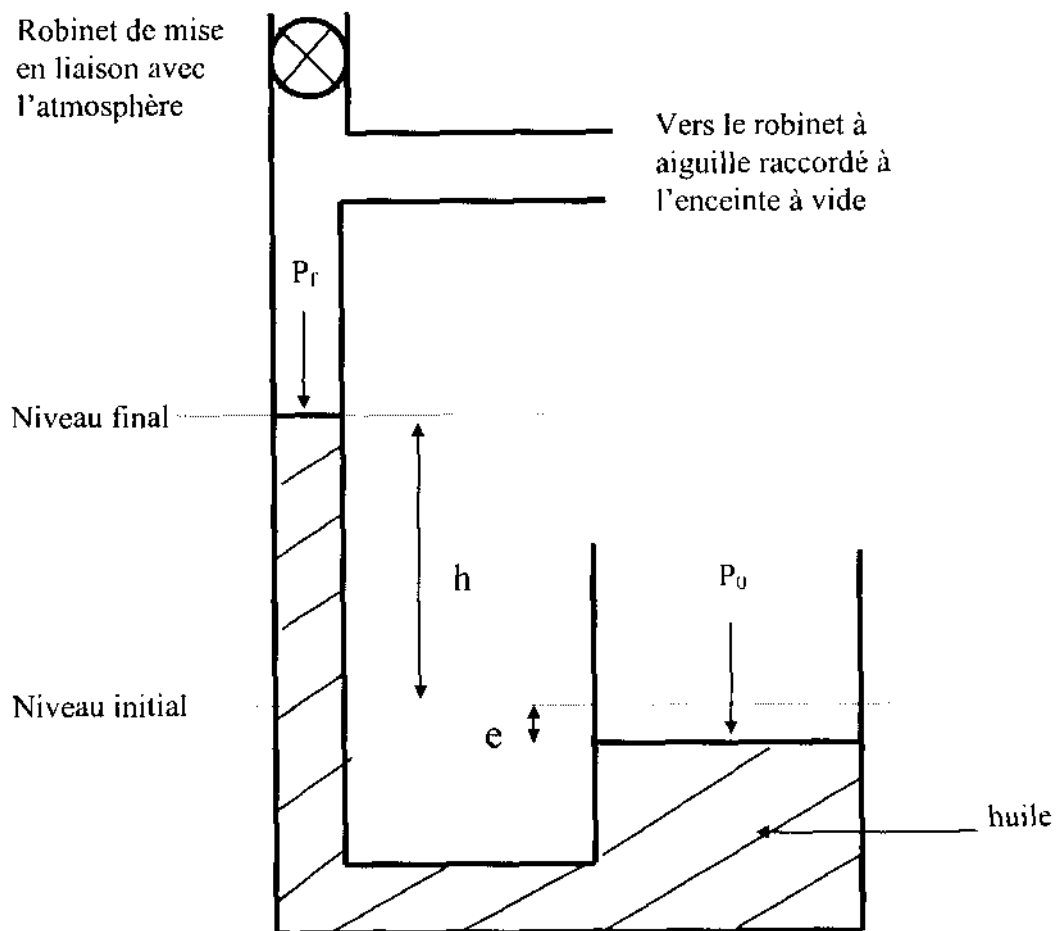

Figure 3. Schéma du débitmètre
On suppose dans cette partie que l'on dispose d'une pompe actionnée par un moteur, qui assure une cadence de pompage constante ($dq/dt = \text{constante}$) ; il en résulte un débit moyen constant. Pour mesurer le volume de gaz pompé à une pression donnée, on dispose d'un débitmètre (figure 3) qui est directement raccordé à l'enceinte. La base du débitmètre est un tube en U contenant de l'huile ; une de ses branches est un réservoir directement ouvert sur l'atmosphère, l'autre est un tube calibré. A sa partie supérieure, le tube calibré est surmonté de deux conduits : l'un peut être relié à la
- D.2.** Indiquer la relation exacte entre P_f , P_0 , $h' = h + e$ (voir figure 3), g , accélération de la pesanteur et ρ , masse volumique de l'huile. Sachant que la valeur de h est toujours inférieure